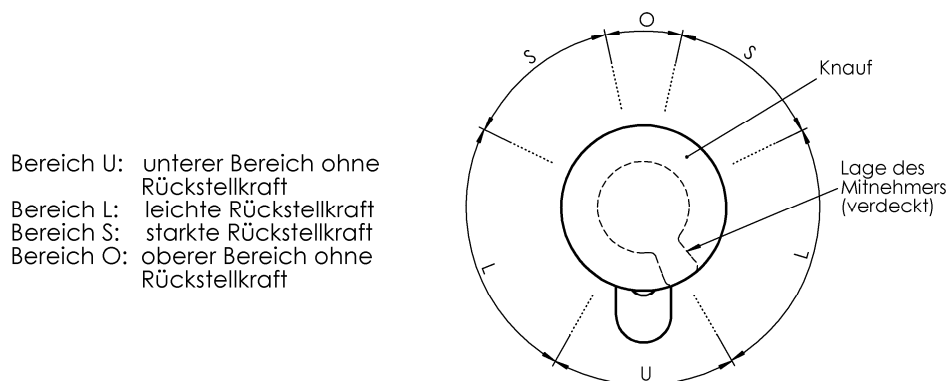

Abbildung 9: Verschiedene Positionen des Schließbarts beim AP Zylinder
1. Bei geöffneter Tür den Innenknauf (siehe Abbildung 9) in Sperr- und Öffnungsrichtung innerhalb des Bereiches "U" drehen: Es ist keine Rückstellkraft zu spüren.
8. Anschließend die gleiche Funktion, nach Betätigung eines berechtigten Transponders, am Außenknauf überprüfen (siehe Abbildung 9).